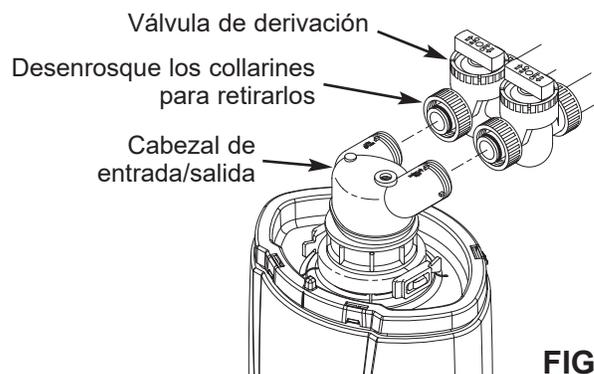

FIG. 9
3. Afloje lentamente los collarines de instalación entre la válvula de derivación y el cabezal de entrada/salida (vea la Fig. 9), permitiendo que se libere la presión del sistema.